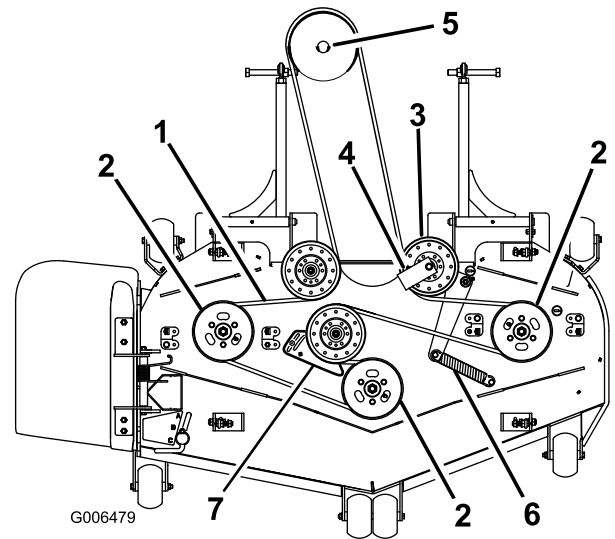
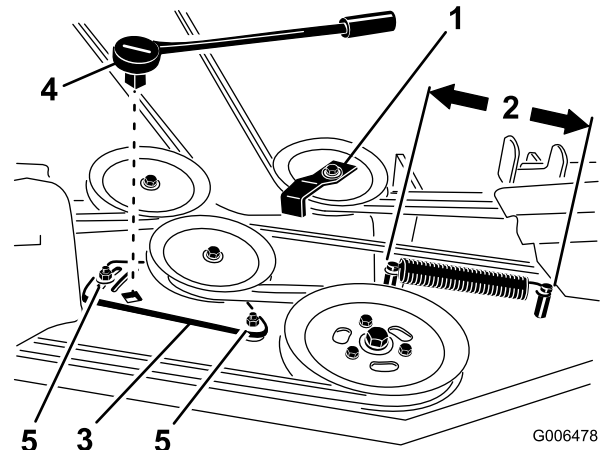

Figure 65
Figure 67
4. Pour les tabliers de 183 cm (72 po), desserrez les boulons de fixation de la plaque de la poulie de tension (Figure 67).
6. Enlevez le guide de courroie de la poulie de tension rappelée par ressort, comme montré à la voir Figure 65 et la Figure 67.
8. Acheminez la courroie neuve autour des poulies du tablier de coupe et de la poulie du boîtier d'engrenages, sous le moteur (Figure 65).
9. Montez le guide de courroie sur la poulie de tension rappelée par ressort à un angle de 45 degrés comme illustré à la Figure 65 et Figure 67. Serrez le boulon à un couple de 37 à 45 N·m (27 à 33 pi-lb).
10. Montez le ressort de la poulie de tension sur les deux ergots (Figure 65 et Figure 67).
4. Mesurez la longueur du ressort (Figure 67). Si elle est comprise entre 25,4 et 26 cm (10 et 10¼ po), d'un ergot à l'autre, aucun réglage n'est nécessaire.
5. Desserrez les boulons de fixation de la plaque du bras de tension (Figure 67).
6. Insérez un manche à rochet ou une barre de levier dans le trou carré de la plaque pour régler la tension (Figure 67).
7. Tournez le manche à rochet ou la barre de levier pour déplacer la plaque jusqu'à ce que la longueur du ressort atteigne 25,4 à 26 cm (10 à 10¼ po) entre les ergots, comme montré à la Figure 67.
8. Tout en maintenant la courroie tendue, serrez les boulons de fixation de la plaque du bras de tension (Figure 67).